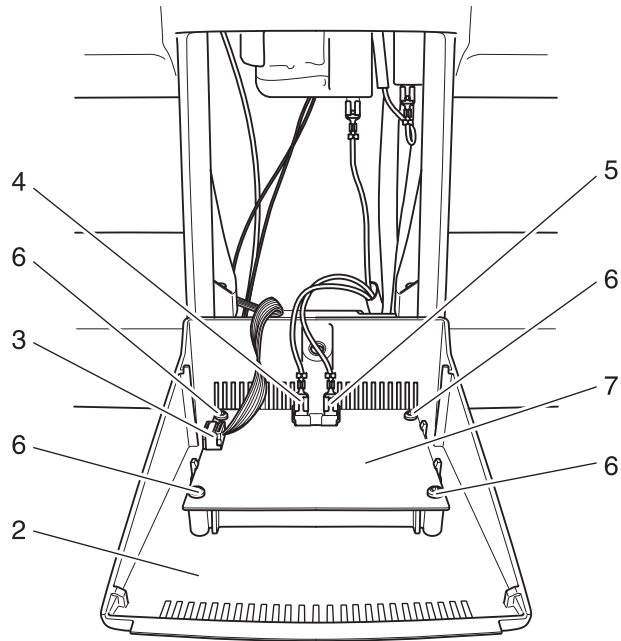

Fig. 16a
- Die Verbindungsstecker 3 bis 5 an der Leiterplatte abziehen (Fig. 16a).
- Die Verbindungsstecker 3 bis 5 auf die Leiterplatte aufstecken (Fig. 16a).